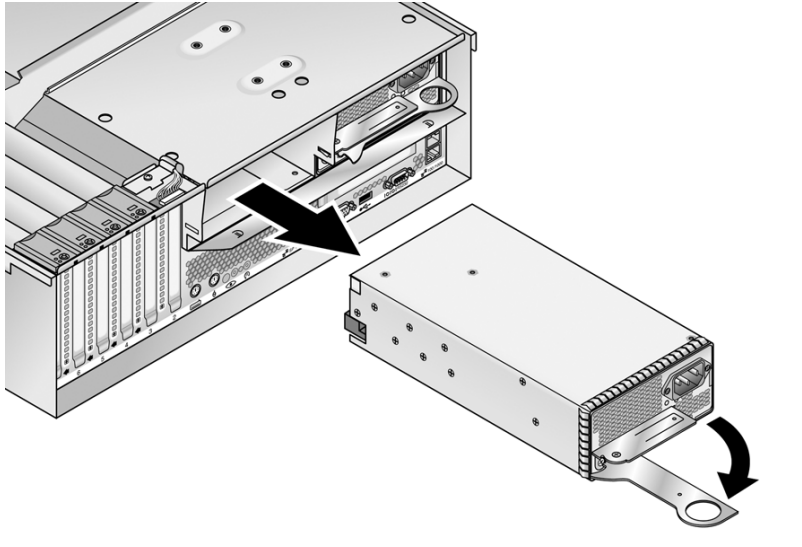

図 4-24 個々の電源装置の取り外し
1. サーバーの背面で、電源装置のハンドルのリングを手前に引き出し、電源装置コネクタを配電バックプレーンから外します (図 4-24 を参照)。
- a. 図 4-24 に示されているように、電源装置のハンドルを全開位置まで開きます。